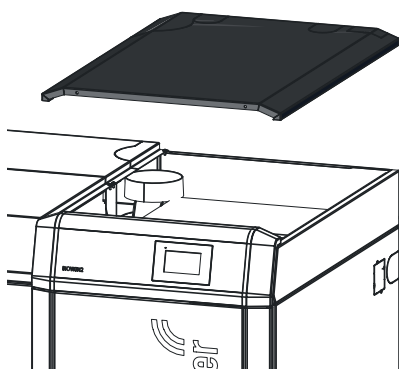

Fig. 60 Verkleidungsdeckel und Isolierung entfernen
- ▶ Verkleidungsdeckel und Isolierung über Nachheizflächen-Deckel entfernen – Fig. 60.